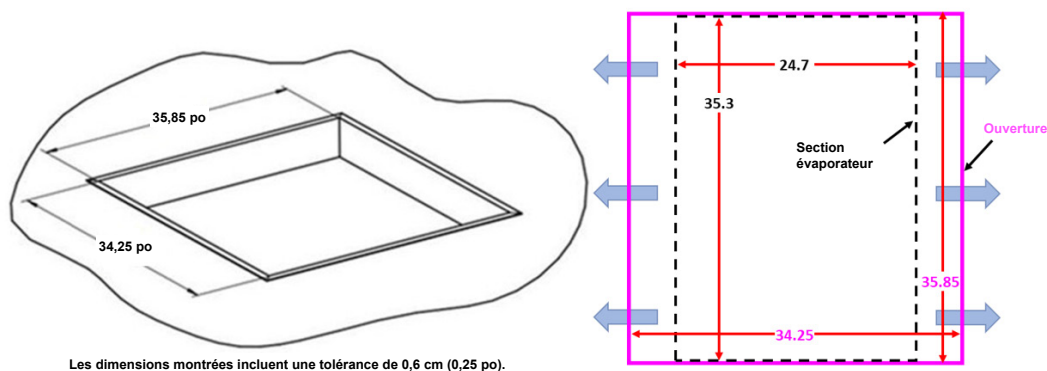

Figure 10 – Dimensions de l'ouverture d'installation (en pouces)
- Plafond de la chambre froide – Dans cette configuration, l'appareil est monté sur le plafond de la chambre froide, dans l'ouverture du toit montrée dans la Figure 10. La structure de la chambre froide doit être renforcée de manière à supporter le poids du système.